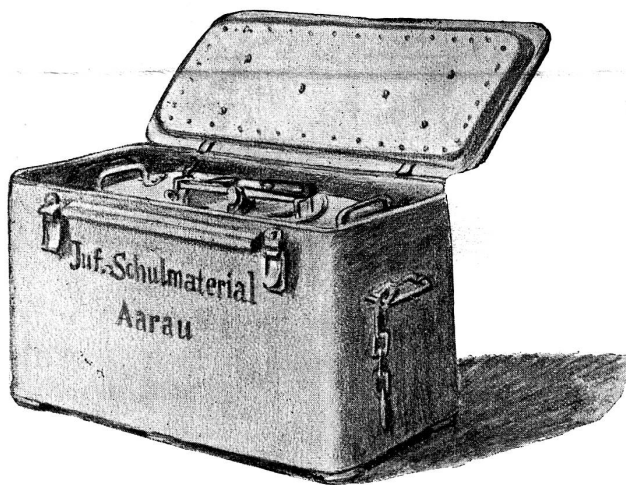

Fig. 1 Offene Kochkiste mit eingesetztem Kochkessel
a. die **Kiste** aus Holz mit Deckel, die Innenseite mit Filz isoliert und mit Blech abgedichtet (gefüttert) siehe Fig. 1;